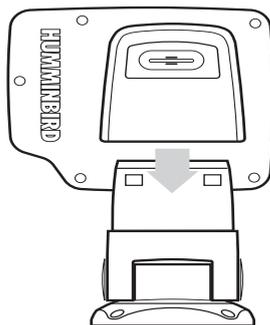

Рис.29:
5. Установить экранный блок эхолота в пазах турели до полной посадки блока на муфту разъемов. Для снятия экранного блока с турели достаточно просто нажать кнопку на его задней стенке и поднять его вверх (рис.29).